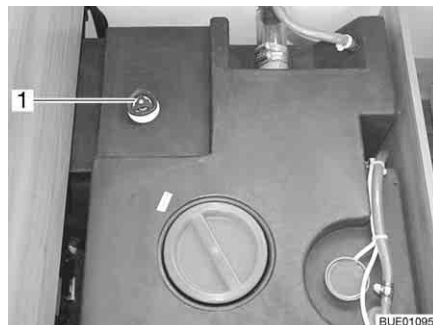

Bild 239 Vattentank med ratt
- Vrid ratten på vattentanken moturs mot motståndet till stoppläget (Bild 239,1) för att öppna utloppsöppningen helt.